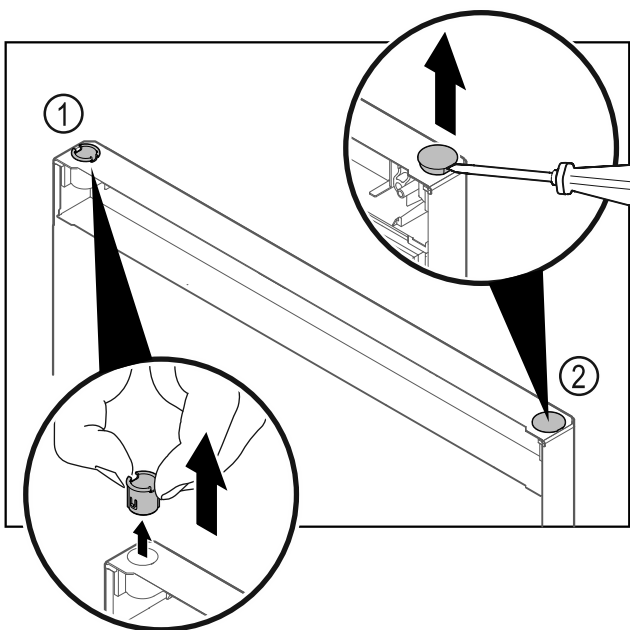

Fig. 28
- Pušo tečaja Fig. 28 (1) snemite s prsti.
- S ploščatim izvijačem previdno dvignite krovni čep Fig. 28 (2) in ga izvlecite.